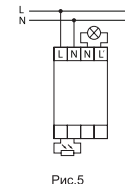

Рис.5
• Подключите сетевую кабель, провод от нагрузки и датчика согласно рис.5